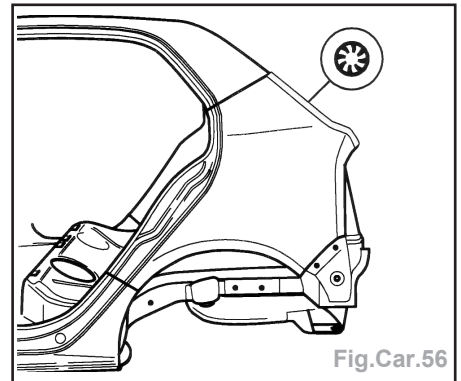

Fig.Car.56
- Soudure à bouchon sous gaz protecteur au niveau de la gouttière et du hayon (Fig.Car.56).